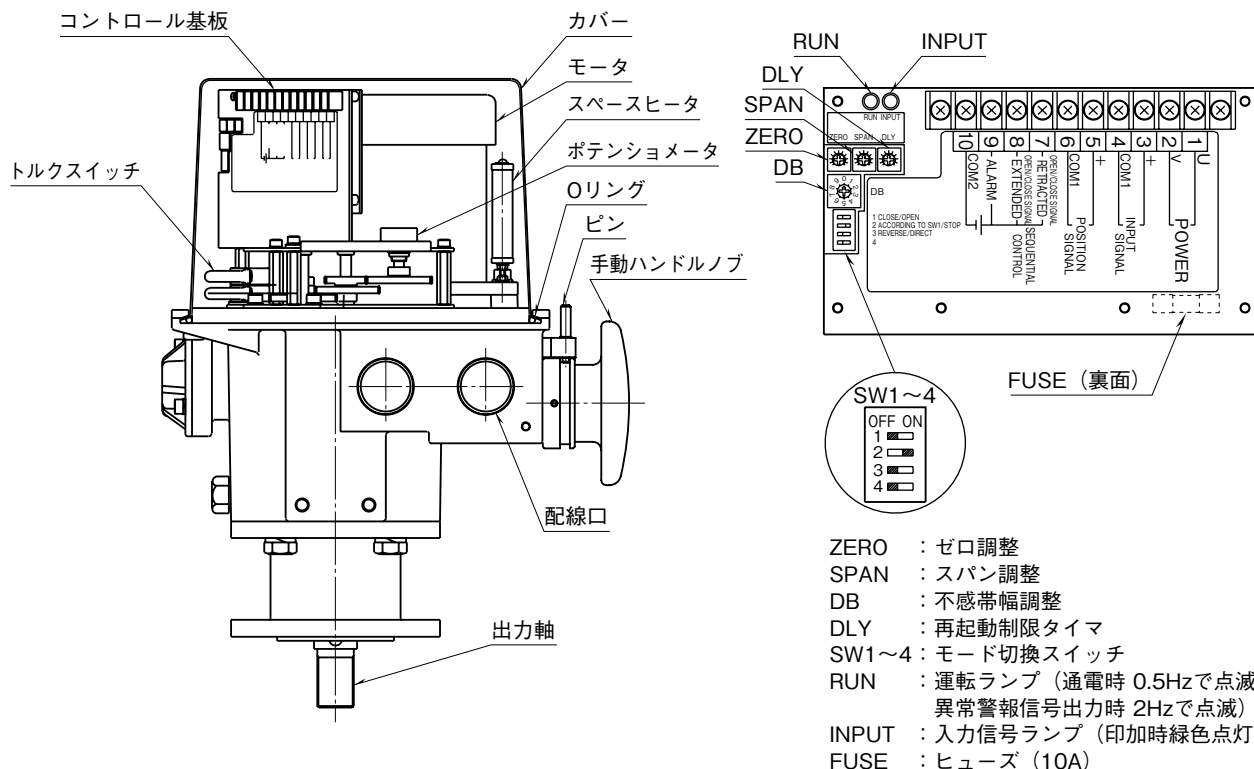

図1 各部の名称
調整は、カバーを開き、図1のゼロ調整 (ZERO)、スパン調整 (SPAN)、再起動制限タイマ (DLY) アジャスタと、不感帯調整 (DB)、正・逆作動および入力信号異常低下時動作切換スイッチにて行って下さい。